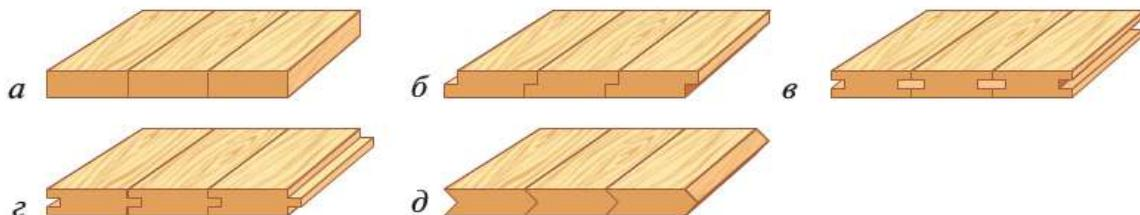

Рис. 4.37. Сплачивание досок в щиты:
Сплачивание — соединение одинаковых по толщине брусков или досок в щиты (рис. 4.37).
- *на гладкую фугу* (рис. 4.37, *а*);
- *в четверть (фальц)* (рис. 4.37, *б*);
- *на рейку* (рис. 4.37, *в*);
- *в паз и гребень* (рис. 4.37, *г*);
- *в паз и треугольный гребень* (рис. 4.37, *д*).